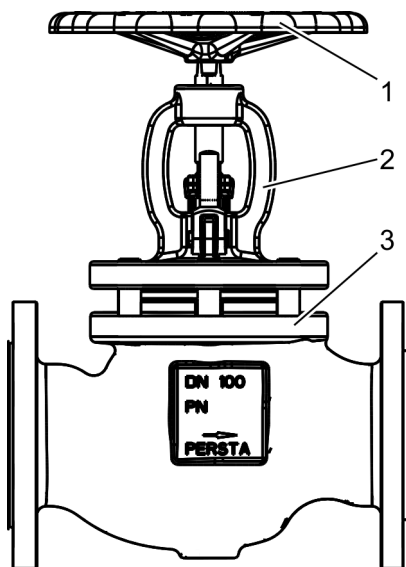

Abb. 13: Handrad betätigen
6. ▶ Handrad (Abb. 13/1) in Schließrichtung ("Shut") betätigen.
⇒ Der Bügelaufsatz (Abb. 13/2) hebt sich vom Gehäuse (Abb. 13/3) ab.
7. ▶ Zwei gleich hohe Distanzstücke gegenüberliegend zwischen Gehäuse (Abb. 13/3) und Bügelaufsatz (Abb. 13/2) positionieren.
8. ▶ Handrad (Abb. 13/1) in Öffnungsrichtung ("Open") betätigen.
⇒ Der Bügelaufsatz (Abb. 13/2) senkt sich auf die Distanzstücke ab.
9. ▶ Sicherstellen, dass Bügelaufsatz (Abb. 13/2) parallel zum Gehäuse (Abb. 13/3) auf den Distanzstücken aufliegt.
10. ▶ Handrad (Abb. 13/1) in Öffnungsrichtung betätigen.